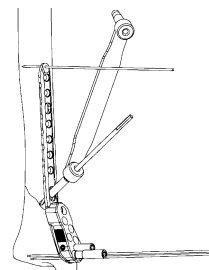

図 24
- 1) 骨幹部遠位側のリダクションホールにラグスクリュー法が適用可能です。ラグスクリュー法で固定する場合は、2.5 ドリルにて穴あけ後、3.5/4.0 ドリルガイドを用いて、3.5 ドリルにて手前側の骨片をドリリングし、選択した長さの 3.5 コーティカルスクリューを挿入します。(図 24)